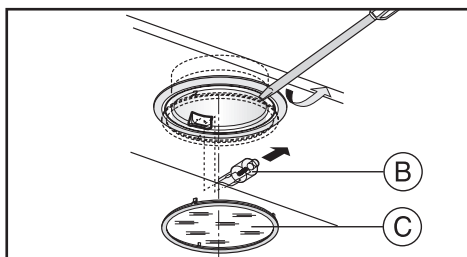

Fig.6A
• Remplacement des lampes halogènes (Fig.6A):